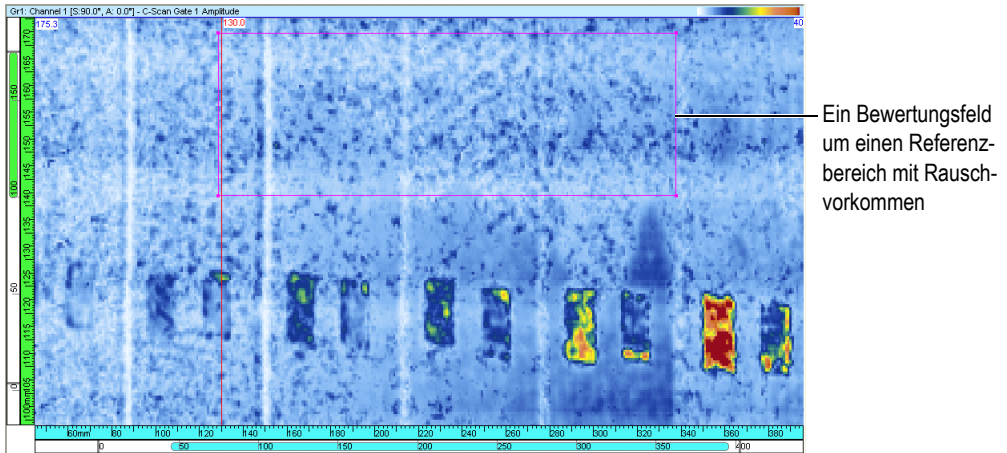

Abbildung 7-29 Auswahl eines Referenzbereichs mit Rauschvorkommen mit dem Bewertungsfeld
2. Wählen Sie in der Komponenten-Symboleiste die Schaltfläche Bewertungsfeld () aus und ziehen Sie ein viereckiges Bewertungsfeld über einen Referenzbereich mit Rauschvorkommen (siehe Beispiel in Abbildung 7-29 auf Seite 389).